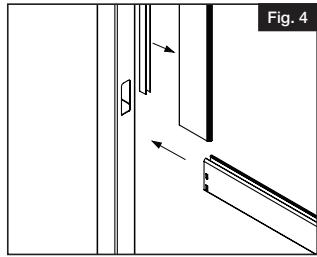

Fig. 4
- a. Encaje el travesaño inferior del panel de privacidad en ambos postes de la misma pared (Fig. 4).